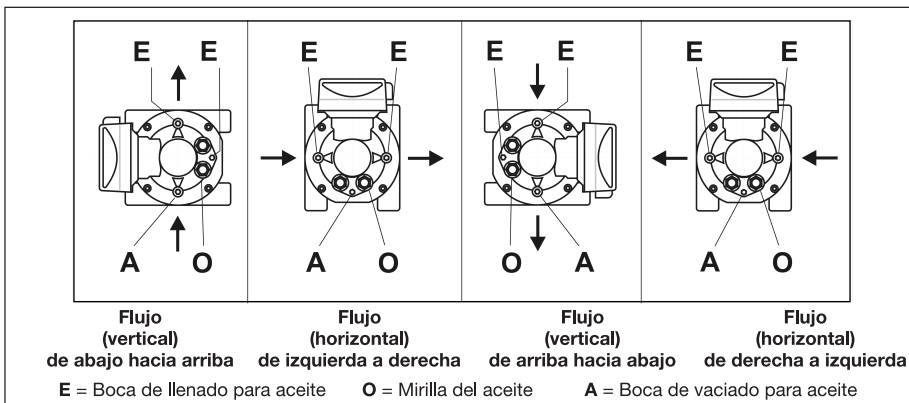

Figura 7: Posiciones de utilización permisibles, llenado del aceite e indicador del nivel de aceite en **tipo RVG**
- Se dispone de tres orificios para el llenado o vaciado del aceite y de dos mirillas de aceite en la cara delantera y (opcional) en la cara trasera del contador (figura 7).
- Desenrosque el tornillo de entrada (E, figura 7) en la tapa delantera del cuerpo.
- Retire un tornillo de entrada (E) en la tapa trasera del cuerpo, así podrá fluir mejor el aceite en la cámara de aceite trasera.